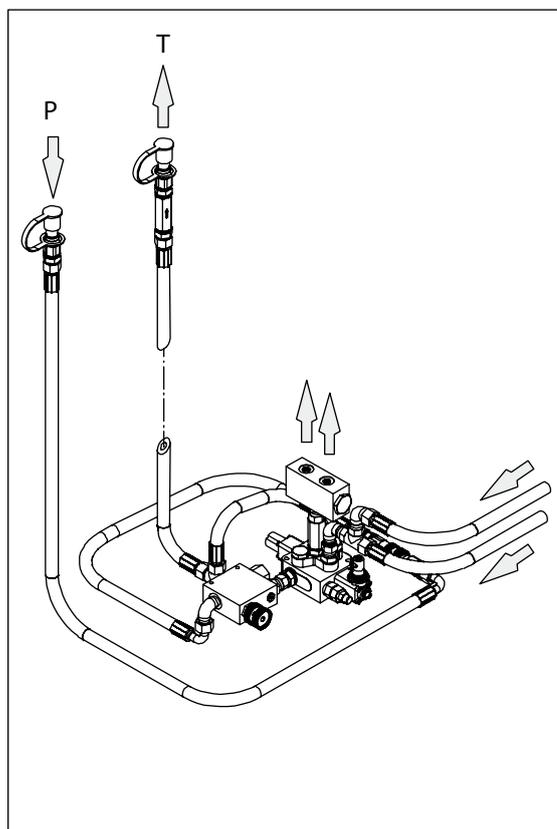

Рис. 5. Присоединение гидравлики, питатель
5. Максимальное рабочее давление составляет 175 бар. Подсоединить обратный шланг (T) к обратному соединению клапана двойного действия или предпочтительно непосредственно к баку. Рис. 5.